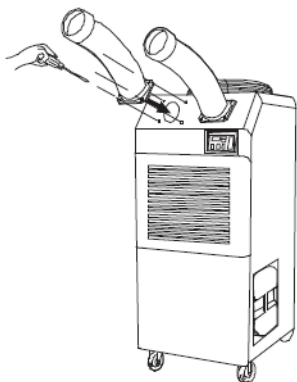

Рисунок 5.
3. Используйте винты (в комплекте), чтобы закрепить воздухораздающие патрубки на передней стенке кондиционера (рис. 5)